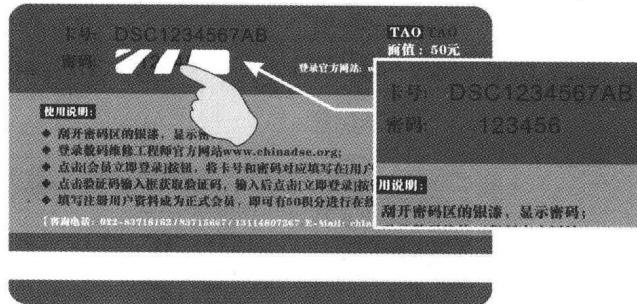

图 2 获取密码
② 将密码区的银漆刮开，即可得到本卡的登录密码，如图 2 所示。